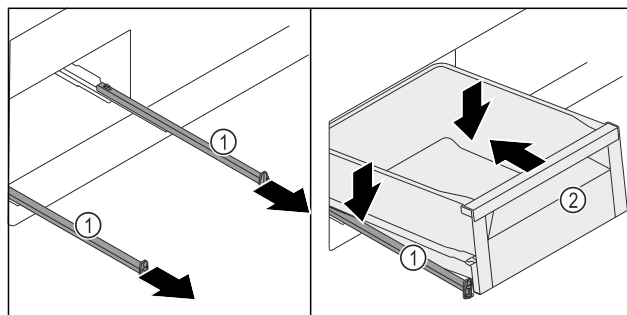

Fig. 134
- Изтеглете релсите Fig. 134 (1).
- Задръжете здраво релсите Fig. 134 (1) и поставете чекмеджето Fig. 134 (2) под ъгъл отгоре върху релсите Fig. 134 (1).
- Избутайте чекмеджето Fig. 134 (2) върху релсите Fig. 134 (1) докрай назад.